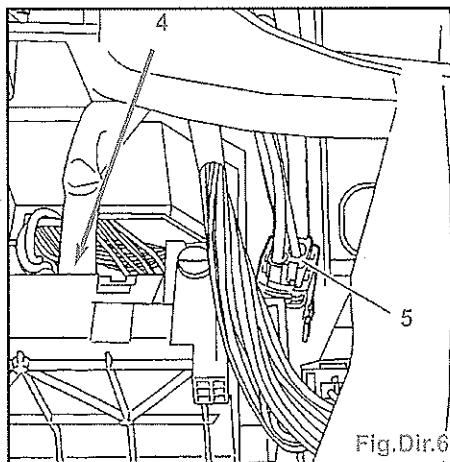
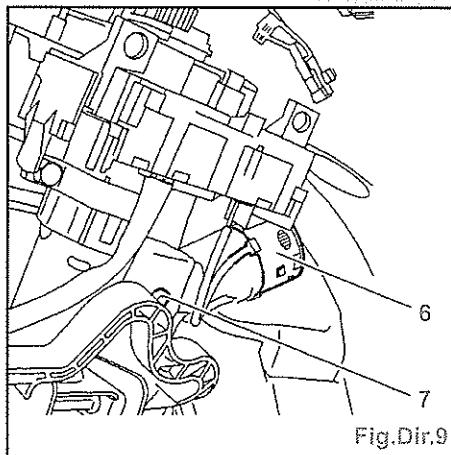

Fig.Dir.6
Fig.Dir.9
- Débrancher (Fig.Dir.6) :
- le connecteur (4),
- le connecteur (5).
- Déposer (Fig.Dir.9) :